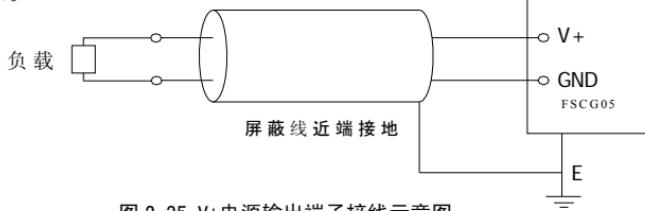

图 2-35 V+电源输出端子接线示意图
2.12.4 V+端子输出+5V/10mA 或+10V/10mA 电源，其接线示意图如图 2-35 所示。